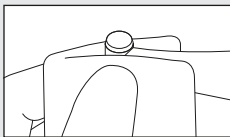
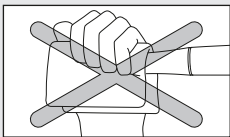

Fig. 18
Fig. 19
- Pour retirer le surplus d'huile de l'intérieur de la pièce à main, faites tourner la pièce à main pendant environ 15 secondes sans fraise. N'appuyez pas sur le bouton-poussoir pendant la rotation, surtout si vous utilisez un chiffon absorbant pour empêcher les éclaboussures d'huile. Le fait d'appuyer sur le bouton-poussoir pendant la rotation peut endommager le mécanisme du mandrin (Fig. 18, Fig. 19).